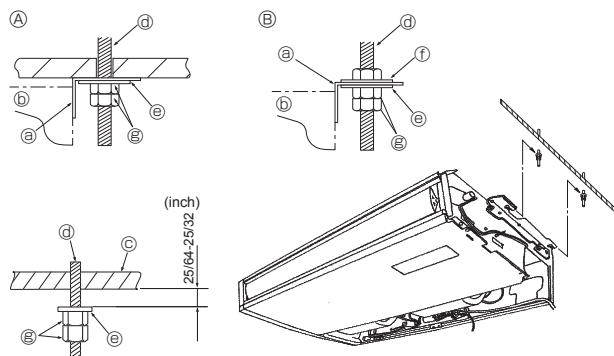

Fig. 3-6
⑥ Pestaña de sujeción de la rejilla ⑦ Panel lateral
⑧ Deslizar ⑨ Retire los tornillos para quitar el panel lateral.
⑩ Bisagra ⑪ Retire el vinilo protector de la aleta.
⑫ Empuje la bisagra para sacar la rejilla.
⑬ Si fuerza la rejilla de entrada al abrirla o si la abre a un ángulo superior a 120° podría dañar las bisagras.
3.3. Instalación de la unidad interior (Fig. 3-6)